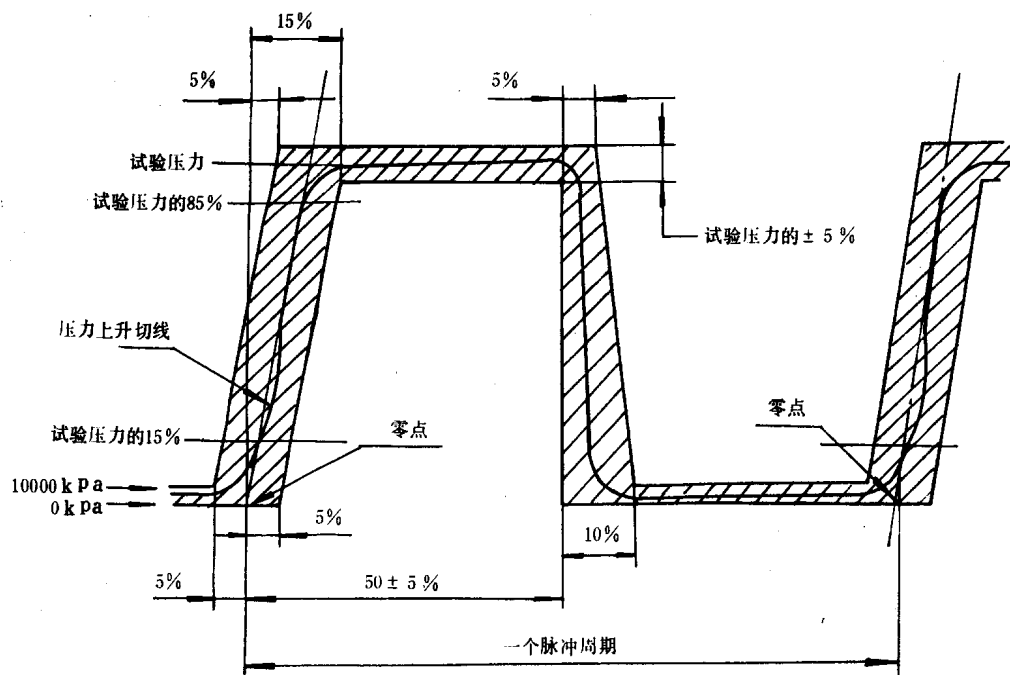

图1 脉冲压力波形
- 8.3 要求油液压力循环在图1所示的斜线面积之内并尽可能接近图中所示的曲线,压力上升速率应在100 MPa/s~350 MPa/s之间。